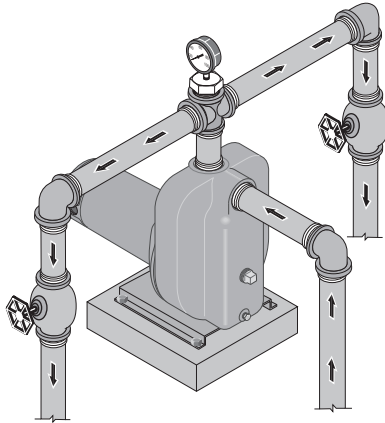

FIGURA 3 - DESCARGA MÚLTIPLE
Esta bomba está diseñada para un estanque, cisterna o sistemas Well Point. La descarga de la bomba se puede dividir para suministrar dos (2) o más sistemas de aspersión. Se muestra una descarga múltiple sugerida para el servicio en la figura 3.